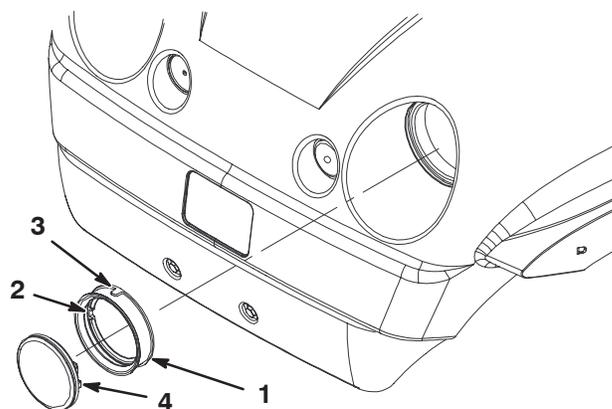

Figure 42
4. Déposez le joint en caoutchouc qui entoure le phare (Fig. 42). Mettez le phare au rebut.
5. Placez l'encoche située à l'intérieur du joint en face de l'encoche du phare neuf (Fig. 42). Placez le joint sur le phare jusqu'à ce qu'il tienne bien en place.